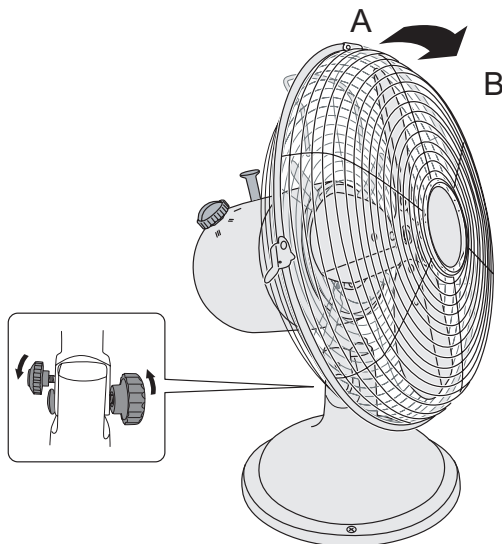

Abbildung 2
- Lösen Sie die 4 Schrauben (9) vom Gehäuse.
- Bringen Sie die Rückseite des Ventilatorkorbs (mit Handgriff) (10) auf der Achse des Motorgehäuses an. Die Aussparungen müssen genau sich über den Nocken des Motorgehäuses und der Schaft an der Oberseite befinden.
- Schieben Sie die Ventilatorflügel (11) auf die Achse, die Aussparungen müssen sich genau über den zwei Nocken der Achse befinden, drehe die Befestigungsschraube fest.
- Drücken Sie die Vorderseite des Korbs (12) gegen die Hinterseite des Korbs (13) und mache diese fest mit Hilfe von den Klammern (13).
- Stellen Sie die gewünschte Richtung des Luftstroms ein (siehe Abbildung 2). Sie können den Ventilator:
- gerade nach vorn (Situation A) richten oder leicht nach unten neigen (Situation B). Drehen Sie die zuerst die Feststellschrauben etwas los. (siehe Abbildung 2) Drehen Sie den Ventilatorkorb und das Motorgehäuse vertikal in die gewünschte Position. (in einem Winkel von 10°) Drehen Sie die Feststellschrauben wieder fest.